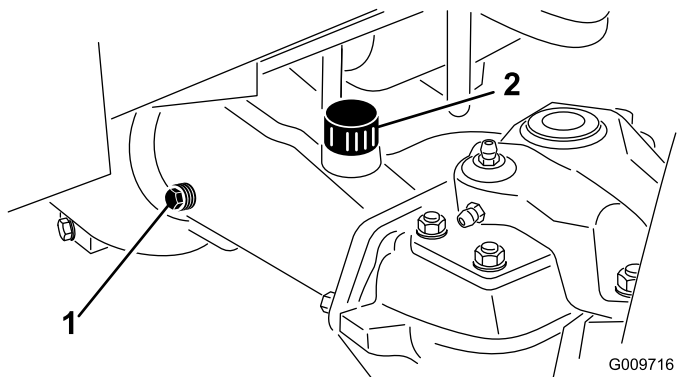

Figura 45
- Retire un tapón de verificación de un extremo del eje (**Figura 45**) y asegúrese de que el lubricante llega al borde inferior del orificio. Si el nivel es bajo, retire el tapón de llenado (**Figura 45**) y añada suficiente lubricante para que el nivel llegue al borde inferior de los orificios de los tapones de verificación.